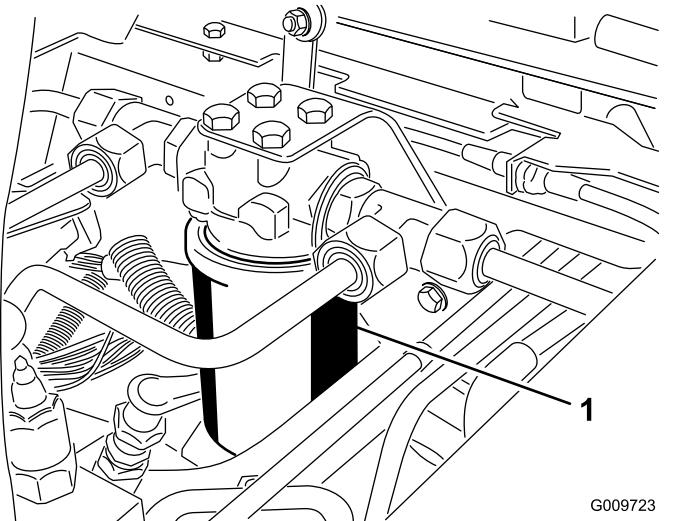
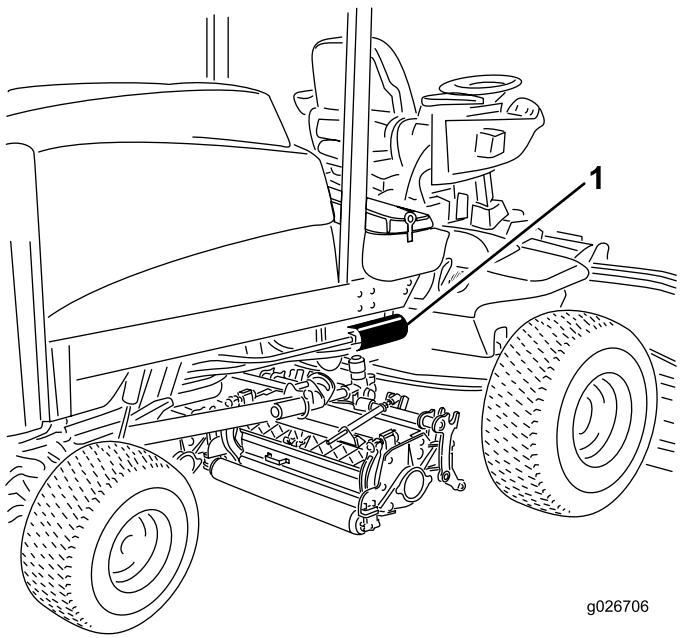

Figura 101
Figura 102
- Collocate una bacinella di spurgo sotto il filtro (Figura 101 e Figura 102).